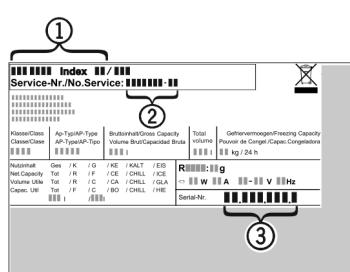

Fig. 11
- Наименование устройства Fig. 11 (1), сервисный № Fig. 11 (2) и серийный № Fig. 11 (3) считайте с заводской таблички. Заводская табличка находится внутри устройства слева.